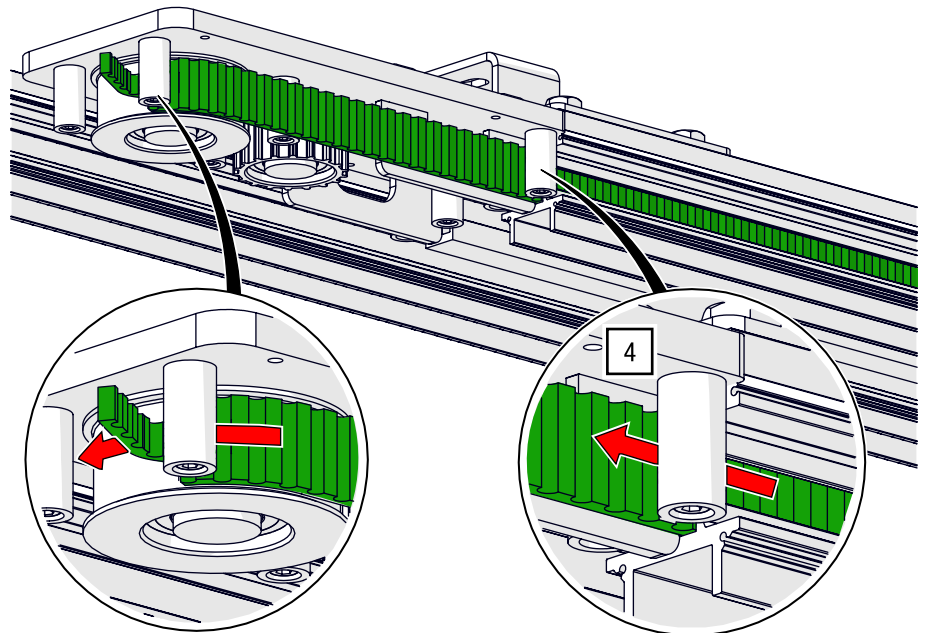
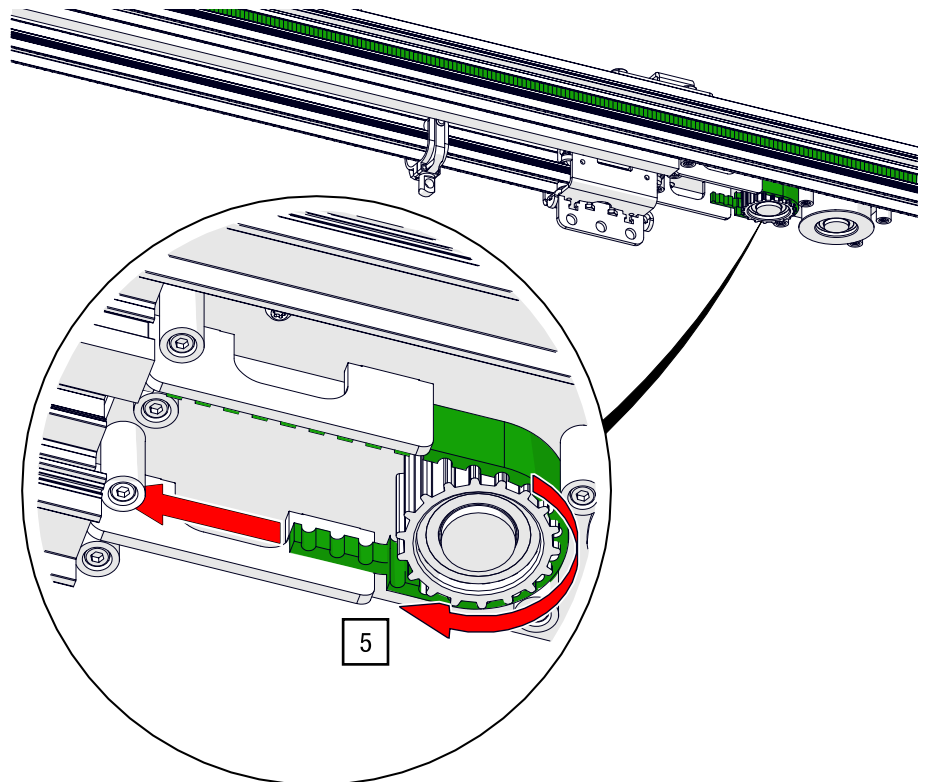

Abb. 79: Zahnriemenmontage – Zahnriemen durch äußeres Rad an der Umlenkeinheit 1 führen
Abb. 80: Zahnriemenmontage – Zahnriemen durch inneres Rad an der Umlenkeinheit 2 führen
4. Führen Sie den Riemen weiter durch den Verlauf zur ersten Umlenkrolle des Überlaufs und dort an der Führungsrolle vorbei um die äußere Umlenkrolle (siehe Abb. 79).
5. Ziehen Sie den Riemen zur zweiten Umlenkeinheit und legen Sie den Riemen um die innere Umlenkrolle (siehe Abb. 80).
7. Ziehen Sie den Riemen zur zweiten Umlenkeinheit und legen Sie den Riemen um die äußere Umlenkrolle (siehe Abb. 79 und Abb. 80).
8. Fädeln Sie den Riemen weiter durch den Verlauf durch die erste Umlenkung am Überlauf um die innere Umlenkrolle (siehe Abb. 79 und Abb. 80).